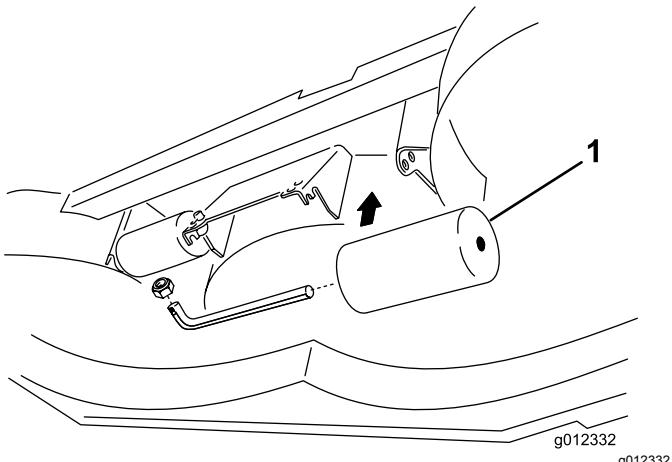

Figura 11
2. Ajuste os rolos traseiros (internos) como se mostra na Figura 11.